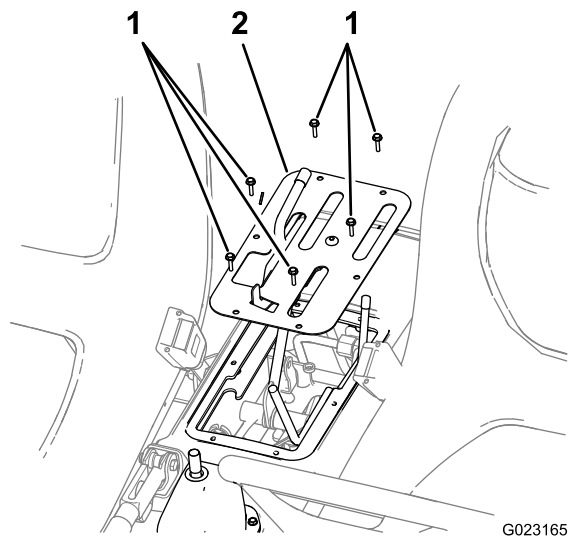

Figura 7
4. Rimuovete le 6 viti che fissano il bordo esterno della piastra di copertura della console centrale al telaio ed estraete la piastra di copertura (Figura 7).